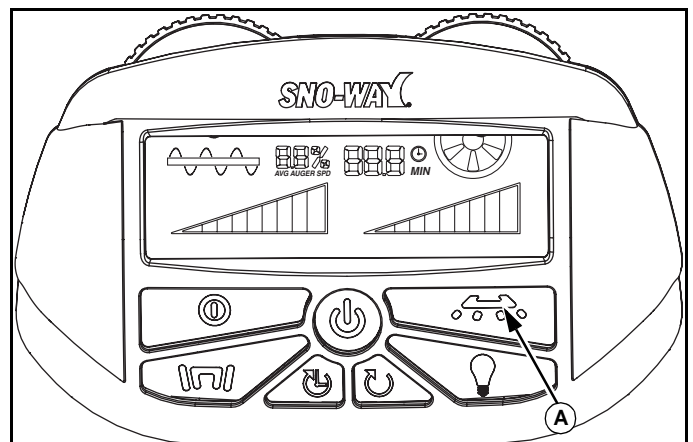

Abb. 1-13
Zur Bedienung des Befeuchtungssystems, die Steuerung im Run-Modus halten und die Befeuchtungstaste (A) drücken, dann ändert sich das Tastenlicht von weiß auf grün. Das Befeuchtungssystem kann nicht betrieben werden, wenn das Gerät im Pausen-Modus ist. Wenn das Befeuchtungssystem nicht im Automatik-Modus ist, schaltet das Befeuchtungssystem ab, wenn die Steuerung pausiert wird und bleibt aus, bis die Taste im Run-Modus erneut gedrückt wird. Wenn das Befeuchtungssystem im Automatik-Modus ist und die Steuerung läuft, dann kann das Befeuchtungssystem durch Drücken der Taste ausgeschaltet werden. Das Tastenlicht wird beim Ausschalten weiß und wieder grün, wenn die Taste gedrückt wird. (Siehe Abb. 1-13.)